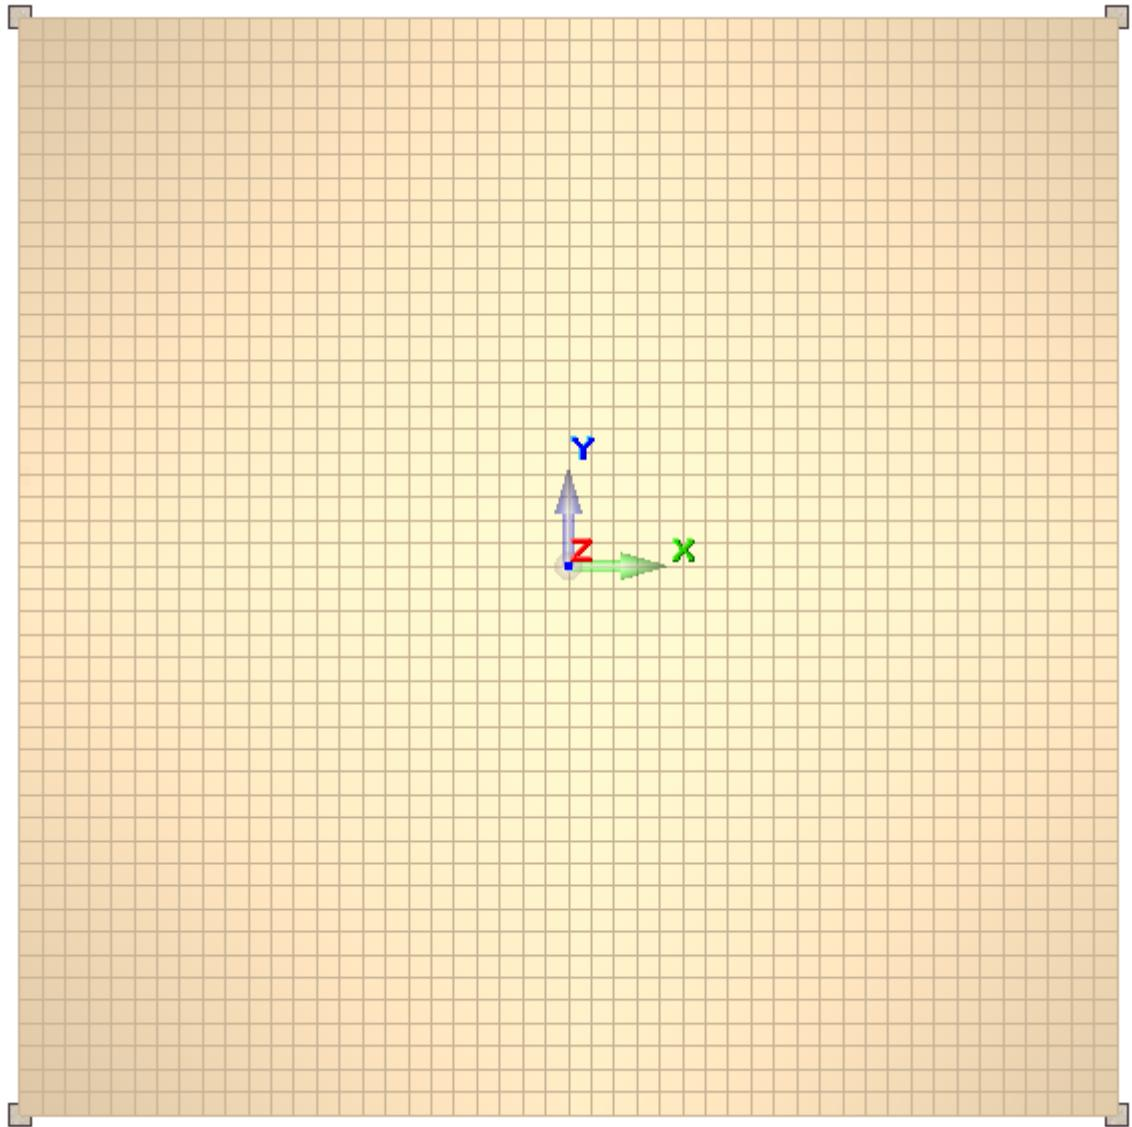

Рис.3.2. Схема расположения колонн по углам оболочки
- Произведите расстановку колонн в углах оболочки с помощью щелчка левой кнопки мышки (рис.3.2)